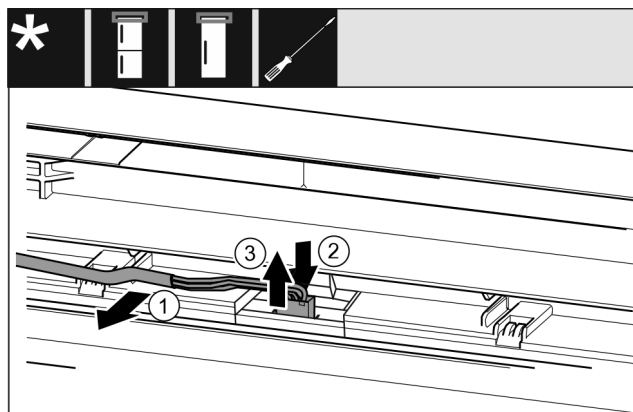

Fig. 22 Hladilno/zamrzovalne kombinacije / zamrzovalniki / hladilniki*
- ▶ Previdno ločite kabel Fig. 22 (1) in vodilo v vratih.*
- ▶ Potisnite spono Fig. 22 (2) za vtičem v smeri nazaj.*
- ▶ Previdno izvlecite vtič Fig. 22 (3) v smeri navzgor.*